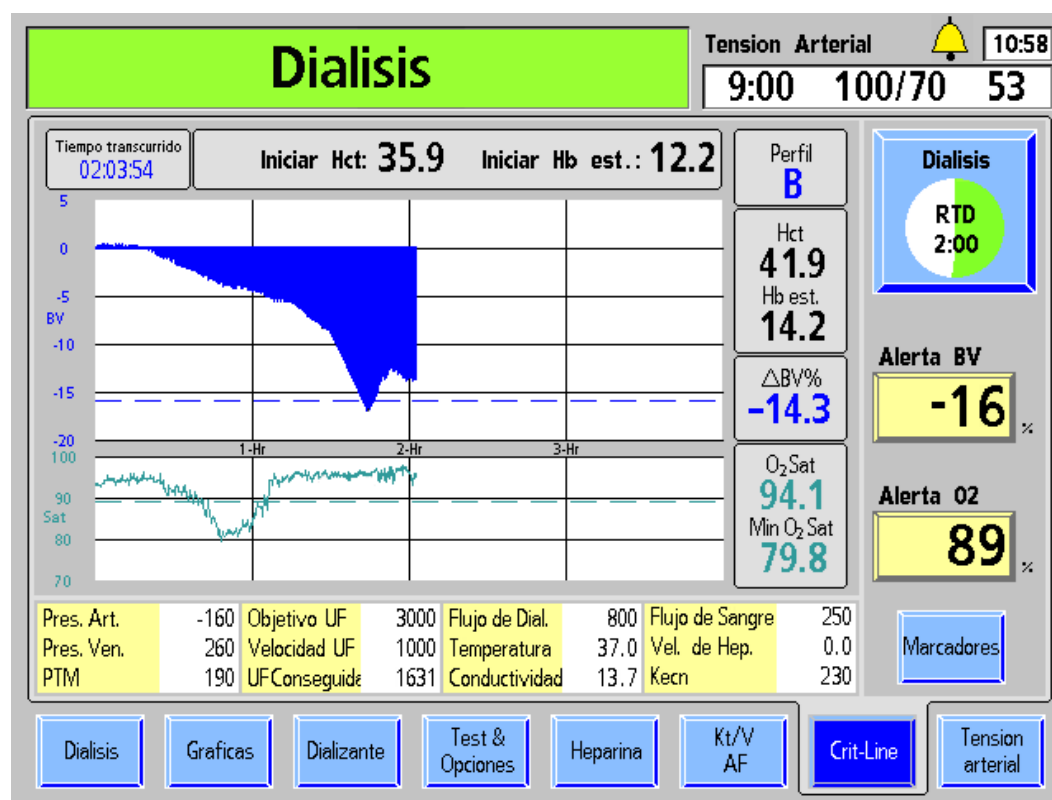

Figura 77 — Pantalla Crit-Line; que muestra BV y la saturación de O₂
La pantalla “Crit-Line” puede mostrar el volumen de sangre (BV) (vea Figura 77 en la página 163) o Hematocrito (Hct) (vea Figura 78 abajo) en la gráfica superior, según la configuración en modo de servicio.
La gráfica del BV (volumen de sangre) (Figura 77 en la página 163) se muestra como una gráfica de barras. Se llena una línea desde 0 al valor de $\Delta BV\%$. Conforme avanza el tratamiento de diálisis, se extrae el fluido de la sangre por medio de la bomba de ultrafiltración de la máquina de hemodiálisis 2008T. Esto dará lugar a un porcentaje muy alto de sangre que son los glóbulos rojos y la gráfica de volumen sanguíneo tenderá a disminuir y se aproximará al nivel de alerta. El Nivel de Alerta de BV se muestra como una línea punteada azul que cruza la gráfica de BV.
La saturación de oxígeno es lo que se muestra de forma predeterminada en la gráfica inferior de la pantalla “Crit-Line”. La gráfica de Sat de O₂ (Saturación de oxígeno) (Figura 77 en la página 163) es una gráfica de líneas adquirida del valor anterior de saturación de oxígeno. El nivel de la Alerta O₂ se muestra como una línea punteada verde que cruza la gráfica de saturación de oxígeno.